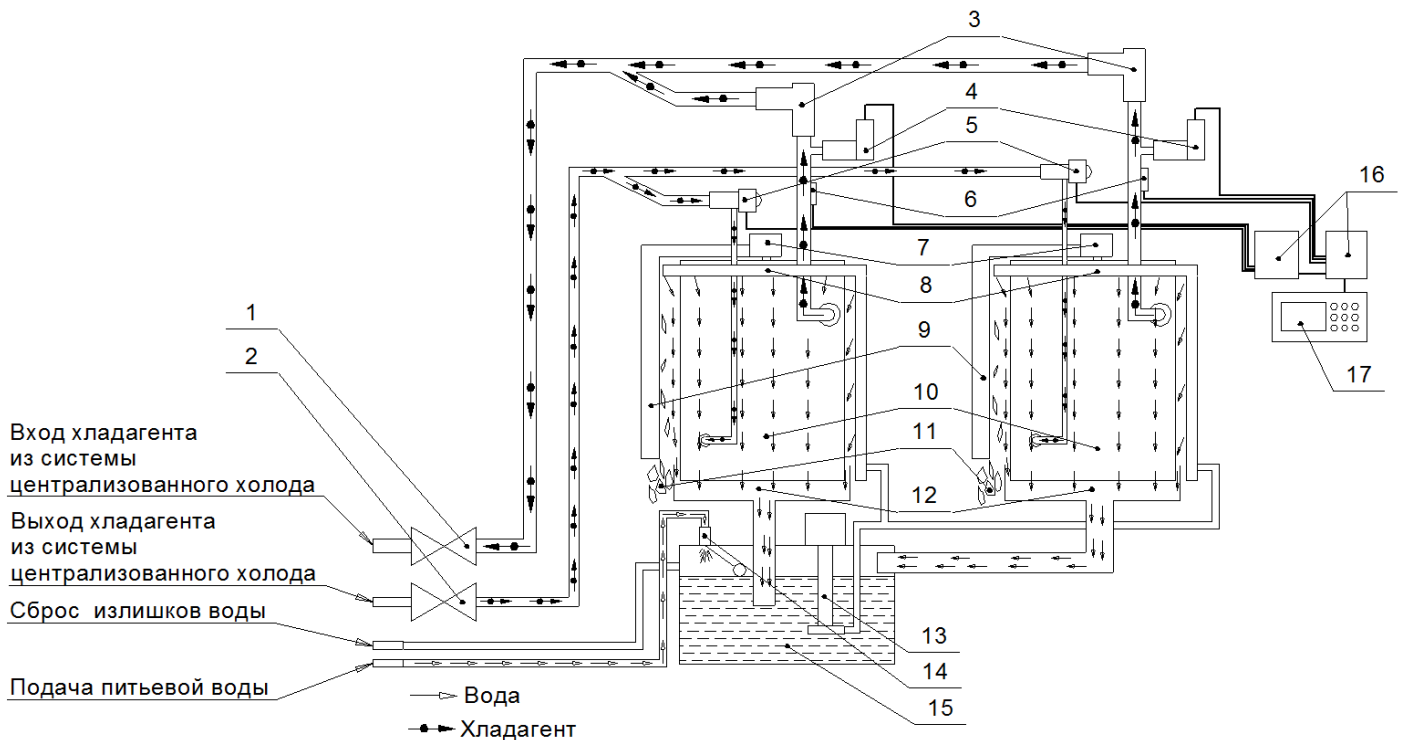

Рис.4 Режим заморозки
## 2. Режим ЗАМОРОЗКА (Рабочий режим) (рис. 4)
- установить льдогенератор на бункер. Для льдогенераторов ЛГ-1200Ч-03, ЛГ-1200Ч-04 использовать бункер Б-300 или Б-400. Льдогенератор должен фиксироваться на бункере-накопителе двумя болтами с предварительно установленными шайбами из комплекта поставки моментом затяжки  $26 \pm 1,5$  Н·м ( $2,7 \pm 0,15$  кгс·м). Схема монтажа показана на рис. 4,5. Положение льдогенератора должно быть горизонтальным, в случае необходимости отрегулируйте высоту и устойчивое положение изделия с помощью регулируемых ножек бункера;